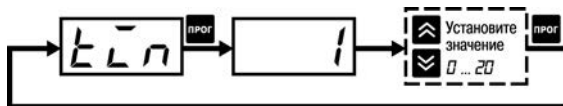

Рисунок 4.6 – Схема установки значения параметров
4.3.9.4 Кнопками  и  установите необходимое значение (см. рисунок 4.6).